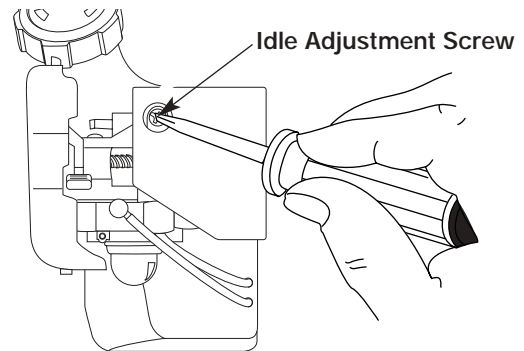

Fig. 37
La velocidad mínima del motor puede ser ajustada. Puede tener acceso al tornillo de ajuste de mínima a través de un orificio en la parte superior de la cubierta del motor (Fig. 37).
2. Suelte el gatillo del acelerador y deje que el motor funcione en mínima. Si el motor se para, inserte un destornillador Phillips pequeño o un destornillador de vástago plano en el orificio de la cubierta del motor (Fig. 37). Gire el tornillo de mínima hacia adentro, en sentido horario, de a 1/8 de vuelta por vez (según sea necesario) hasta que el motor funcione en mínima suavemente.